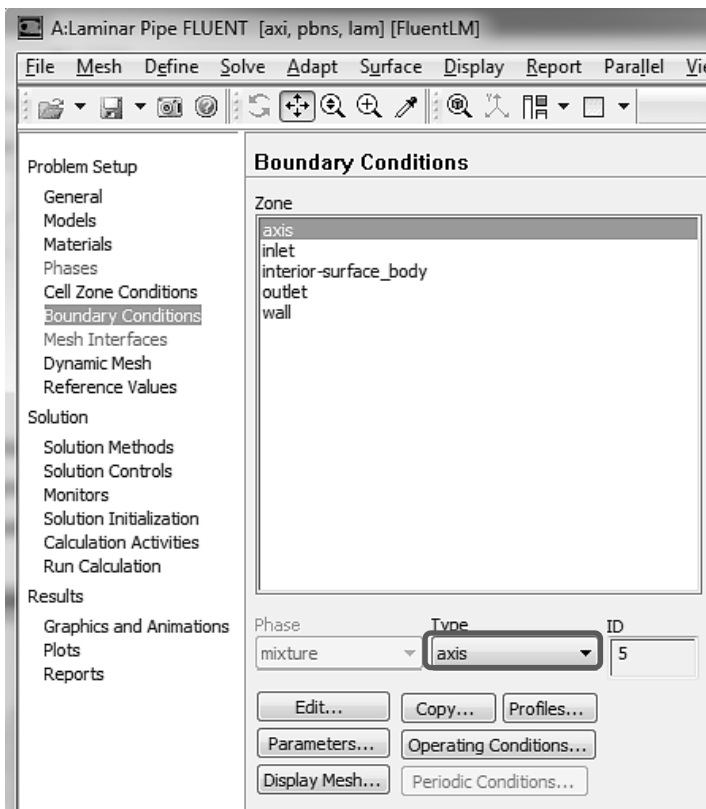

Рис. 1.45
- 6) Задаем условия на оси симметрии: Boundary Conditions→Zone (axis). Меняем значение Type на axis, рис. 1.45. В появившемся окне Question кликаем Yes, а в окне Axis – на ОК.